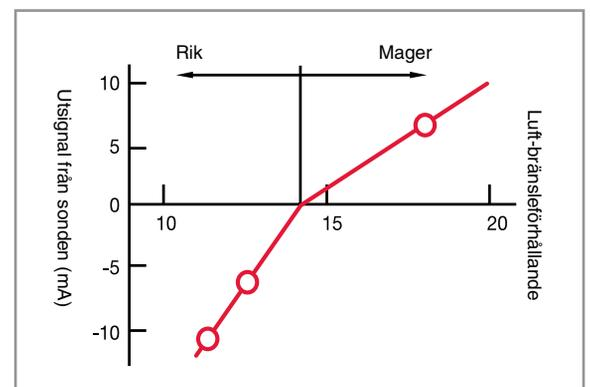

Bild 7: Utsignal från en luft/bränslesond.
- > **Luft/bränslesonden** avger en låg ström mellan -10 mA och +10 mA där utsignalen håller ett stabilt värde som är proportionellt mot luft/bränsleförhållandet (bild 7).